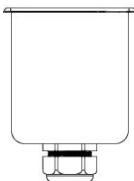
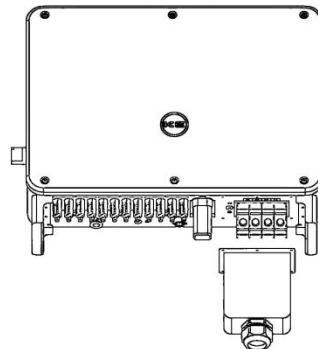

图3.10拆开交流盖
图3.11拆开交流端子固定螺丝
3) 将逆变器交流接线盒上的 4 个螺丝拆开取下交流接线端盖（如图 3.10），拆开交流端子的固定螺丝（如图 3.11）。